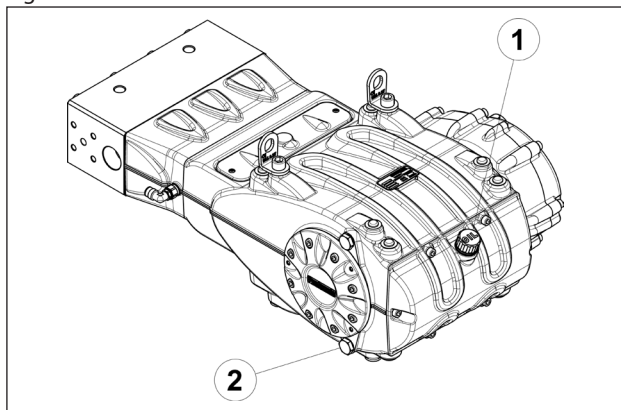

Fig. 1
Per togliere l'olio occorre rimuovere il tappo di carico olio pos. ①, Fig. 1 e successivamente il tappo di scarico pos. ②, Fig. 1.